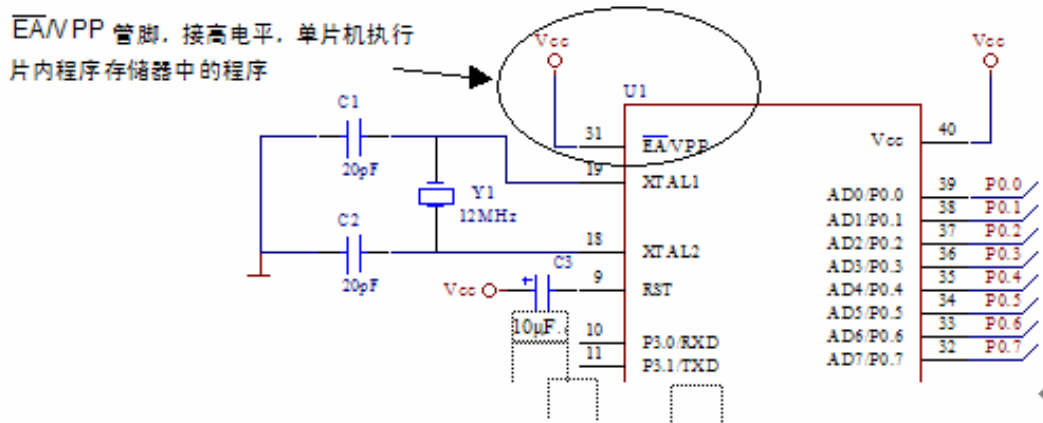

图 6-6 单片机的 EA/VPP 管脚
15. P164 页图 6-6 中间的线应下调, 11 下面的线应加长, “TXD” 下面的线应去掉, 应改为